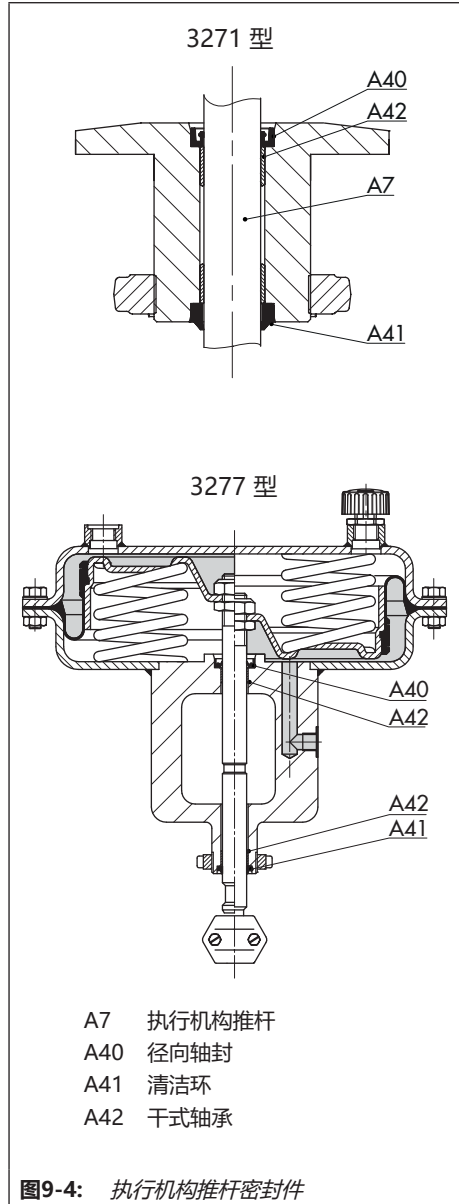

图9-4: 执行机构推杆密封件
请参见图9-4
6. 使用合适的工具安装径向轴封。确保径向轴封正确对齐 (请参见图9-4)。
7. 使用合适的工具安装径向轴封。确保径向轴封正确对齐 (请参见图9-4)。